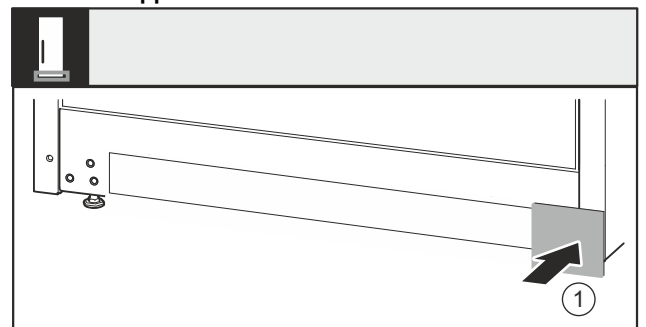

Fig. 26
- Remettre le cache Fig. 26 (1) en place de l'autre côté.